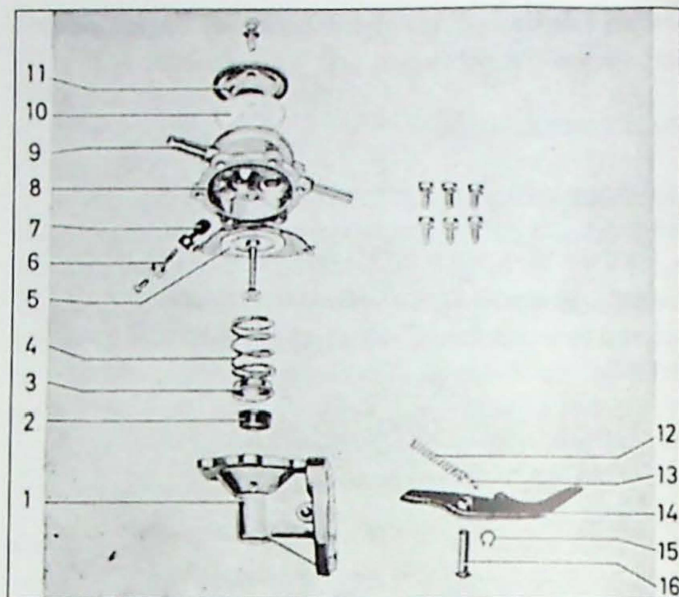

Fig. 3.41. Brandstofpomp type II.
2. Neem de borgring weg (15, Fig. 3.41) van het asje van de hefarm (16). Pers het asje uit. Trek nu de hefarm (14) en de veer (12) er uit.
3. Neem het membraam met veer (5), geleider (3) en de rubber sluitring (2). De veer kan gedemonteerd worden nadat de rubber ring over het nylon plaatje is getrokken.
4. Draai de schroeven los aan de onderkant van het bovendee, neem de stoparm (6) en de veer (7) weg. De inlaatklep kan niet worden gedemonteerd.
#### Montage type II (Fig. 3.41)